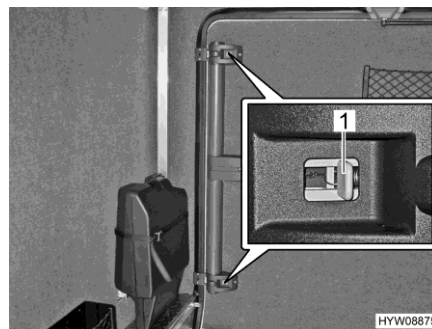

Fig. 55 Puerta de garaje (desbloqueo de emergencia desde el interior)
- Presionar la corredera gris (Fig. 55,1) hacia el centro de la puerta en las cerraduras superior e inferior.